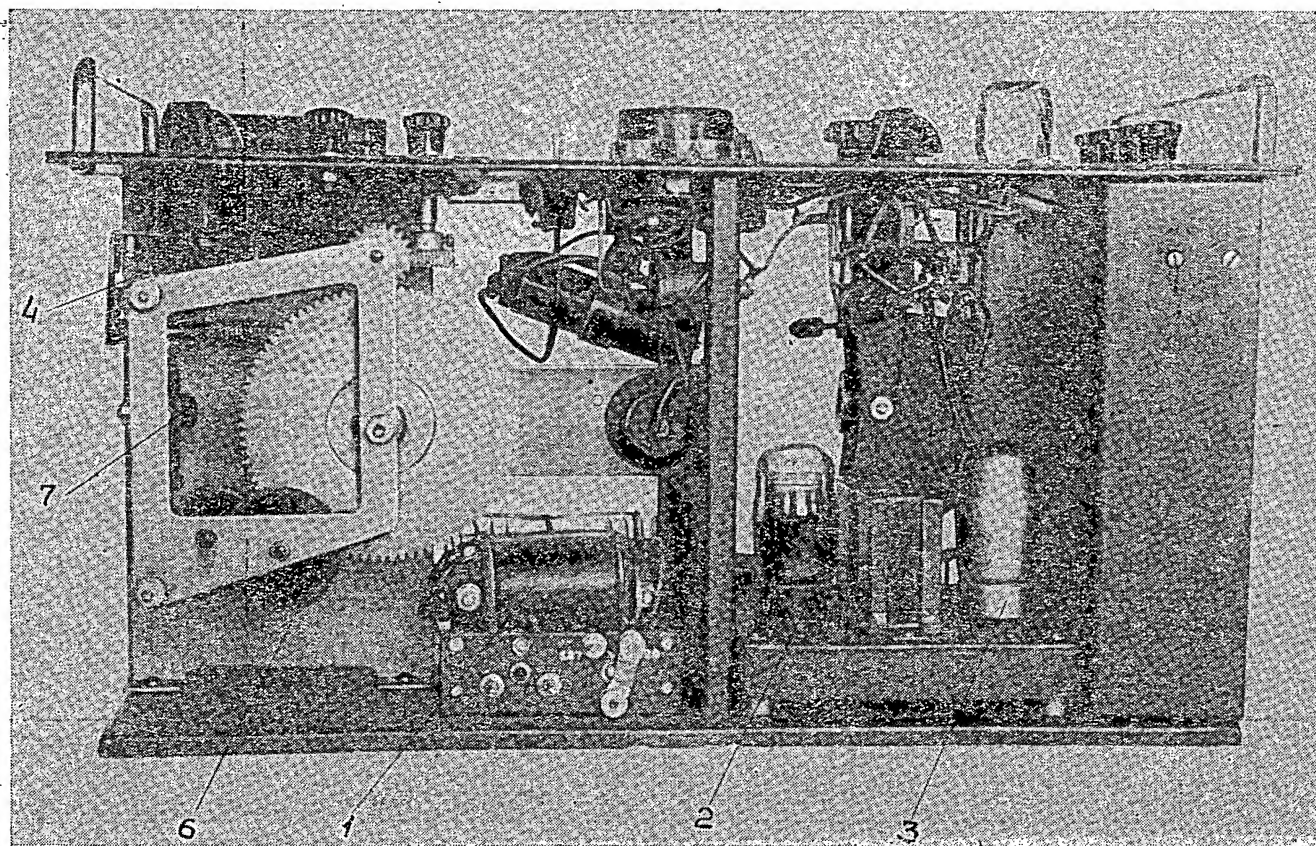

Рис. 7.
Регулировка лентопротяжного механизма производится в тех случаях, когда интервал между отметками времени на пленке больше или меньше $1,8 : 2$ мм. Регулировка производится с помощью винта с мягким тормозящим фетром (4) на конце (см. рис. 7). При вращении фетр упирается в диск, укрепленный на оси регулятора. (5). Приближая и удаляя винт от диска, можно получить нужное число оборотов, которое соответствует 78 об/мин. валика, ведущего к кассете. В этом случае скорость прохождения пленки будет 38 мм/сек., а интервалы между отметками времени будут порядка 1,9 мм. Обороты нужно считать по секундомеру. Для удобства отсчета следует на валике сделать пометку цветным карандашом. После регулировки винт (4) затягивается контргайкой.